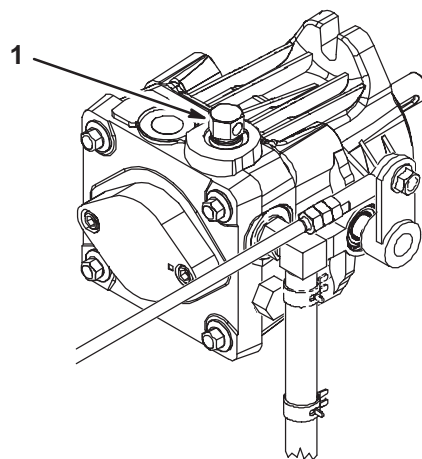

Figure 25
2. Tournez les vannes de dérivation d'un tour dans le sens anti-horaire pour pousser la machine. Cela permet au liquide hydraulique de contourner la pompe et aux roues de tourner (Fig. 25).
1. Tournez les vannes de dérivation d'un tour dans le sens horaire pour utiliser la machine (Fig. 25).